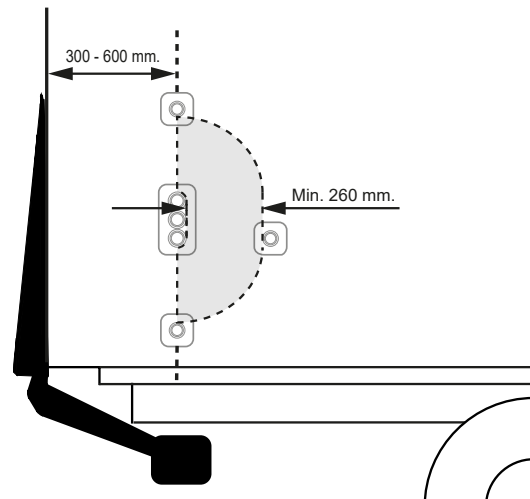

Abb.57. Montage von Bedienvorrichtung CD 1 für den Zweihandbetrieb.
2. Der Abstand zwischen der Rückseite des Fahrzeugs und der Mitte der Bedienvorrichtungen muss 300-600 mm betragen. Der Abstand zwischen den Bedienvorrichtungen muss mindestens 260 mm betragen. Siehe Abb.57.